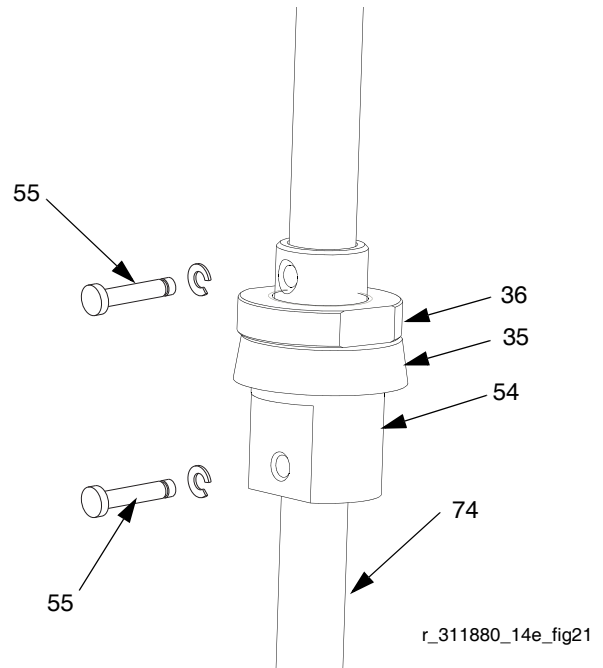

FIG. 21
9. Ta bort stiften (55) Se FIG. 21.